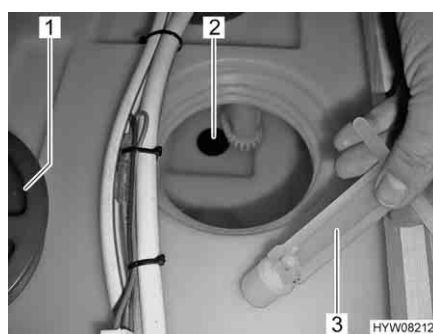

Fig. 149 Serbatoio dell'acqua (tappo di chiusura)
- Svitare il coperchio (Fig. 149,1) del serbatoio dell'acqua.
- Estrarre il tappo di chiusura (Fig. 149,3) dall'apertura di scarico (Fig. 149,2). L'acqua fuoriesce.